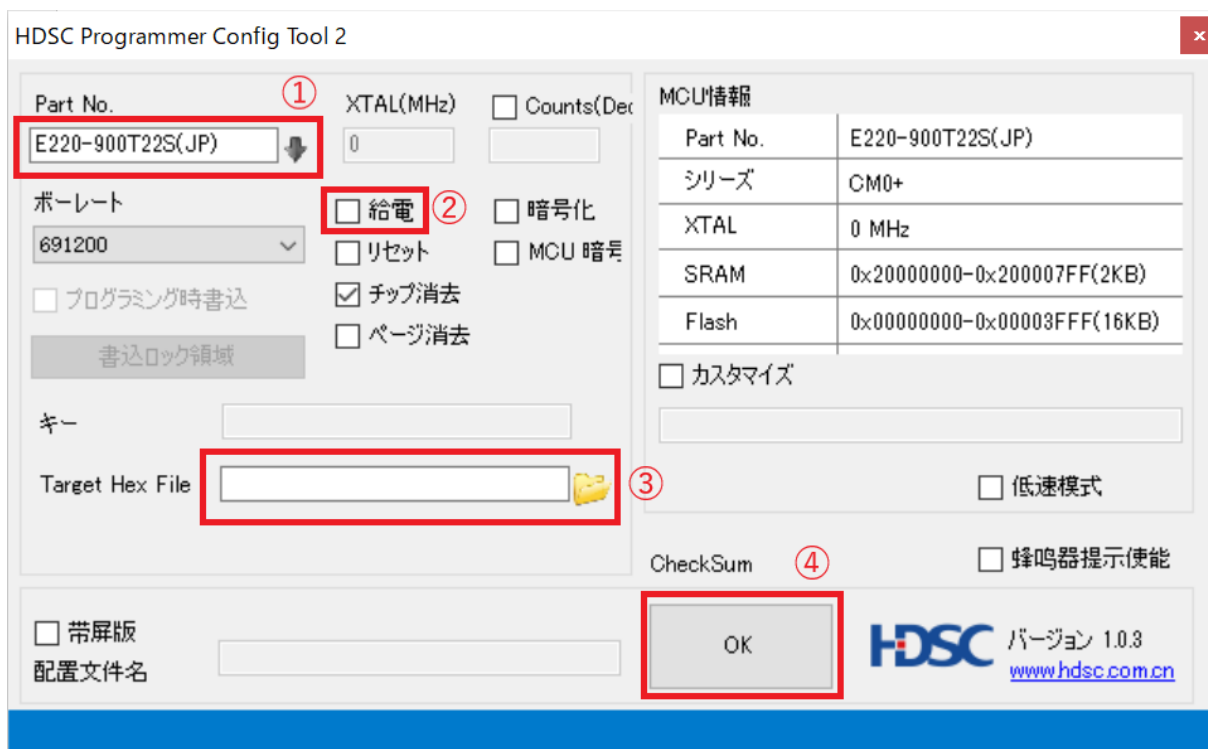

図 6 プログラマへ転送するためのソフトウェア操作内容
3. ソフトウェアが起動したら図 6 の通り設定を行います。
- ① ファームウェア書き込み先のモジュール名として E220-900T22S(JP) を選択します。
- ② 書き込み器からの 給電にチェック を付けます。
- ③ モジュールに書き込む ファームウェアファイルを選択 します。ver1.5 のファイル名は 2412_22s_v1_5.hex です。
- ④ OK ボタンをクリックします。